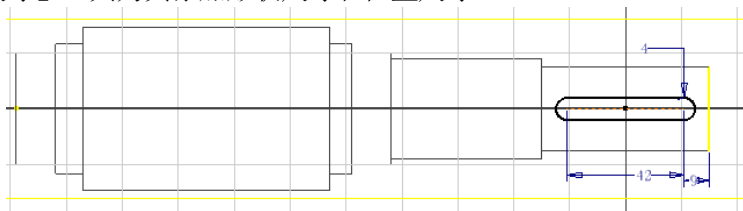
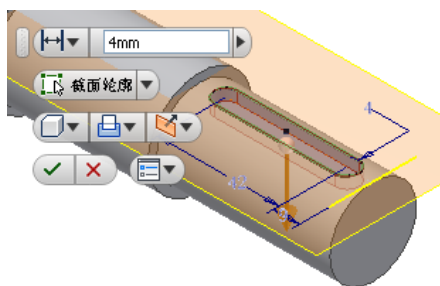
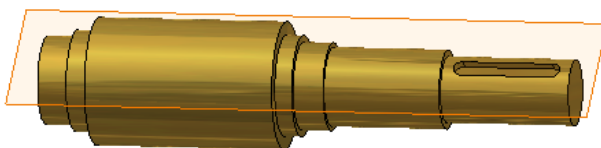

图 8-27 绘制草图图形
图 8-28 拉伸示意图
图 8-29 拉伸出键槽
②在这个工作平面上新建草图，绘制如图 8-27 所示的几何图形。
③使用【尺寸】工具为其添加形状尺寸和位置尺寸。
单击【草图】标签上的【完成草图】工具按钮，退出草图环境，进入零件特征环境。单击【三维模型】标签栏【创建】面板上的【拉伸】工具按钮，打开【拉伸】对话框，选择图 8-27 中绘制的几何图形作为拉伸截面，布尔操作方式选择为【求差】，终止方式为【距离】，设置拉伸距离为 4mm，示意图如图 8-28 所示，单击【确定】按钮，完成键槽的创建，此时零件如图 8-29 所示。